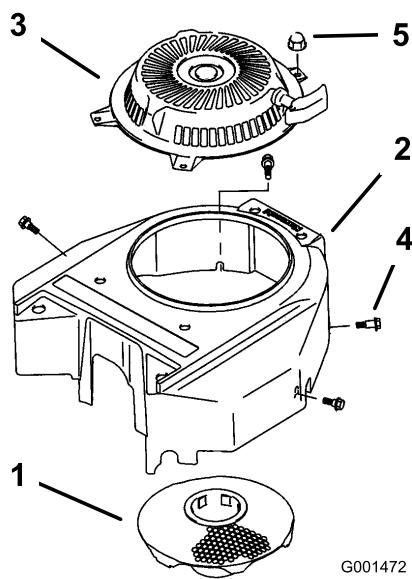

Figure 47
3. Déposez la grille d'entrée d'air, le lanceur et le carter du ventilateur (Figure 47).
5. Remettez la grille d'entrée d'air, le lanceur et le carter du ventilateur (Figure 47).